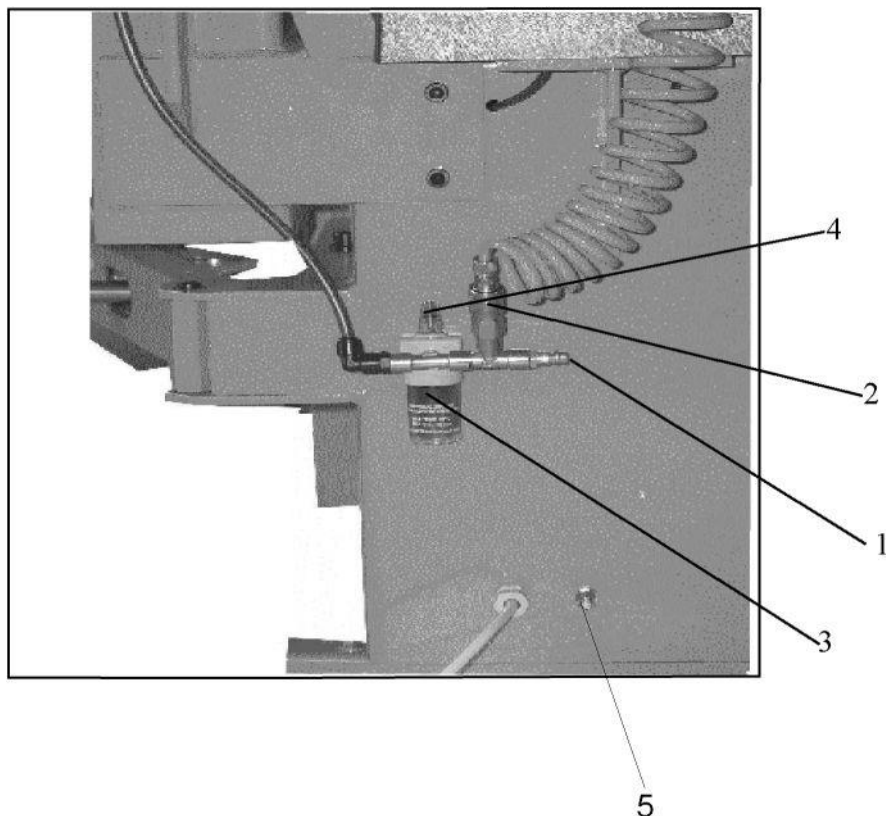
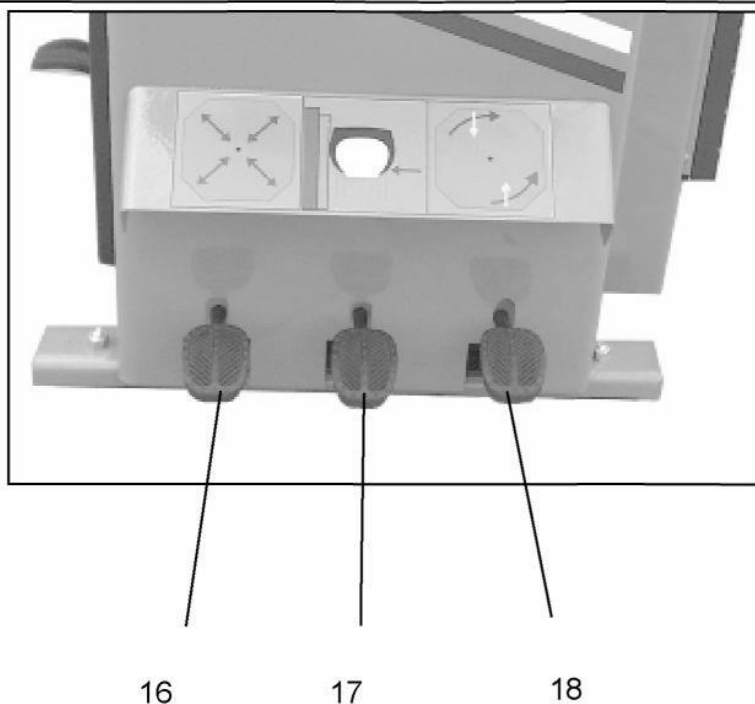

FIG.1. Forbindelser.
Fig. 4. Pedal oversigt:
Motorrotationsretningen skal kontrolleres efter tilslutning til elektrisk strømforsyning: Tryk på pedalen 18 (fig.4), drejeskiven skal dreje med uret. Hvis drejeskiven drejer mod uret, skal to faseledningerne byttes rundt (Hvis det er et fasevendebart stik skal det drejes).
3. Montere luftslangen til in-put bag på apparatet (pos. 1 fig. 1). Der skal som minimum være et arbejdstryk på min. 1MPa og en minimumsdiameter på 8 mm.
HUSK at tjekke der er olie et tågesmørren hele tiden (pos. 3 fig.1). Slip trykket på pedalen 16 (fig.4) og tjek at grebene rykker ind eller ud.
- olien i tågesmørren (pos.3 fig.1) skal genopfyldes regelmæssigt,